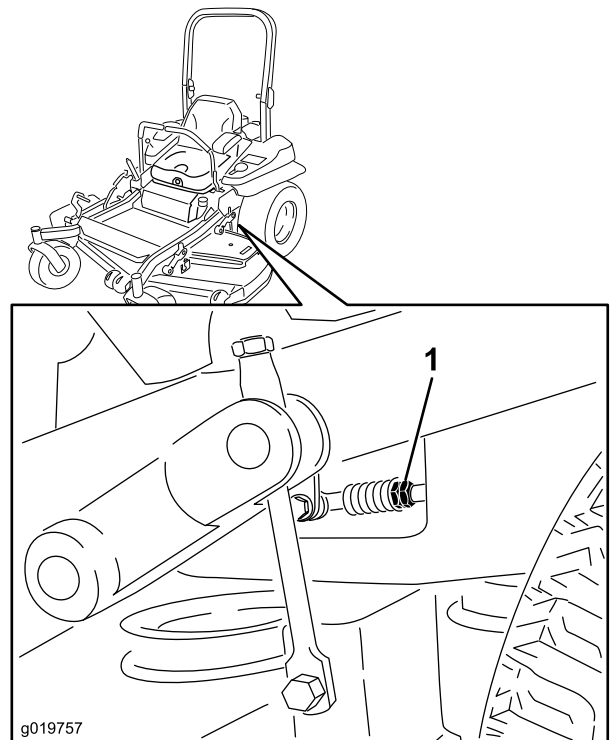

Figure 78
8. Réglez la longueur des tiges de pompe en tournant les doubles écrous dans le sens voulu jusqu'à ce que les roues tournent légèrement en arrière (Figure 78).